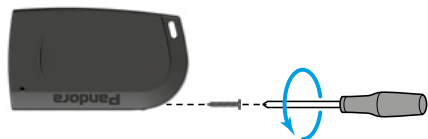

Abb.1
- Lösen Sie die Schraube mit einem Philips PH00 Schraubendreher (Abb.1);